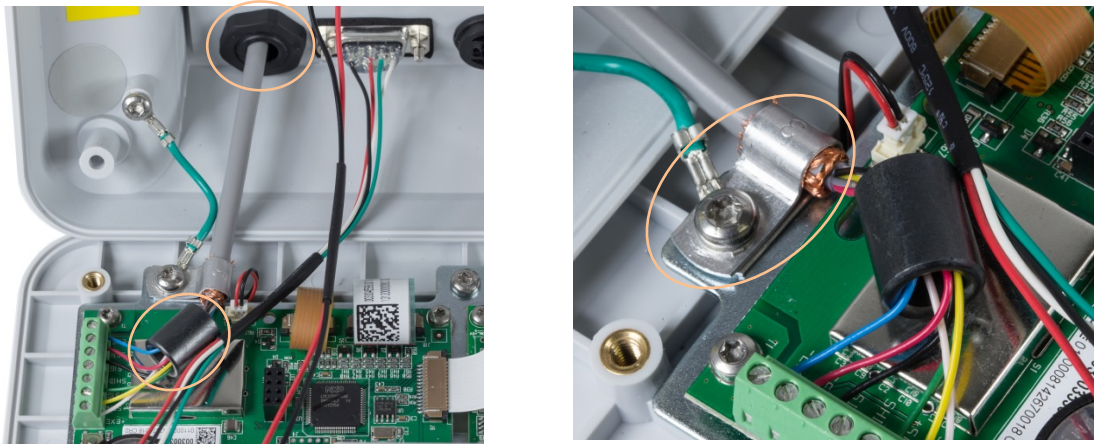

Figura 2-23: Instalação da Ferrite do Cabo da Célula de Carga Analógica e do Terra do Chassi, IND231
1. O cabo da célula de carga entra no gabinete através do prensa-cabo indicado na Figura 2-23.
4. O clipe de aterramento fornecido com o terminal é utilizado para conectar a blindagem exposta (Figura 2-22) a uma placa de montagem de metal usando o parafuso de fixação da dobradiça de metal do gabinete, como mostrado na Figura 2-23.